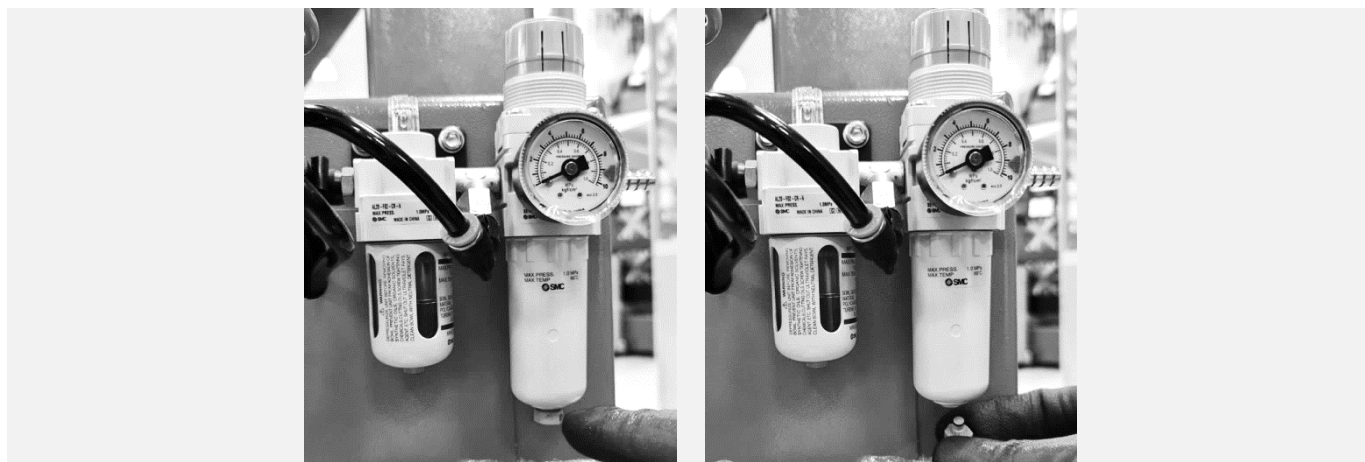

Рисунок 42
**11.3.1** При достижении конденсатом уровня на 10 мм ниже фильтрующего элемента, необходимо выполнить его слив. Для этого повернуть сливную пробку на дне стакана (см. Рисунок 42) и дождаться полного вытекания конденсата.
**11.4.1** Проверить уровень масла в маслораспылителе. Если уровень масла ниже маркировки (см. Рисунок 42), то следует добавить масло: